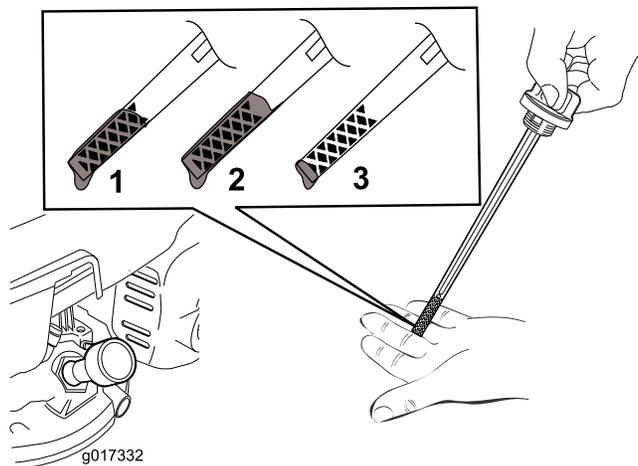

図 12
5. オイルの量の確認方法は **図 12**を参照。
**注** ディップスティックで量を確認しながら **図 12** に示される適正量までオイルを入れる。オイルを入れすぎてしまった場合には、**エンジンオイルの交換 (ページ 15)**の項に従って余分なオイルを抜き取ってください。